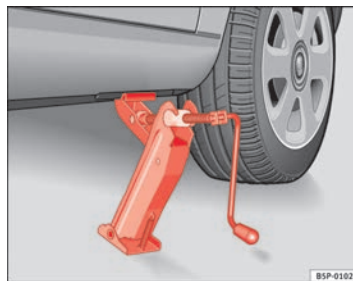

Abb. 173 Wagenheber
- Richten Sie den Wagenheber so aus, dass seine Klaue den Steg des Unterholms umfasst und die bewegliche Grundplatte plan auf dem Boden aufliegt ⇒ Seite 256, Abb. 173.